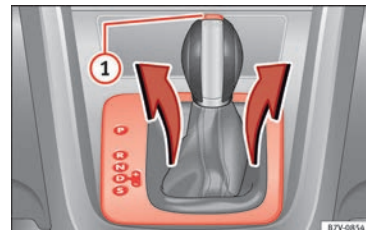

Fig. 50 Afmontering af skiftekulissens afdækning
- Træk afdækningen opad omkring gearvælgermanchetten » Fig. 50.
- Tryk på låseknappen » Fig. 50 ① på gearvælgergrebet, og bevæg gearvælgeren til position N.